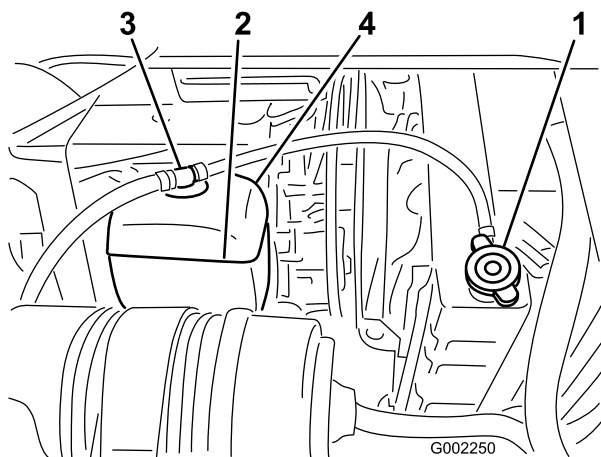

Figura 52
2. Quando o motor estiver frio, retire o tampão do radiador (Figura 52).